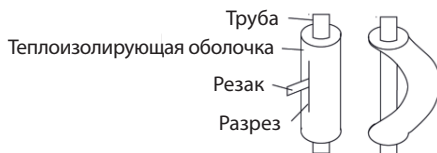

Рис. 10
- Не сгибайте трубу в том виде, как она есть. Труба будет смята. Сначала разрежьте теплоизоляционную трубку острым резак, как показано на Рис. 10, затем согните трубу без теплоизоляции. Согните трубу так, как нужно, наденьте на нее теплоизоляционную трубку и закрепите ее лентой.